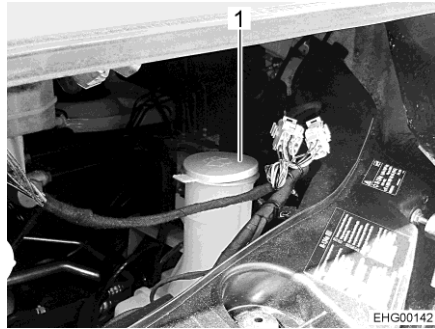

Fig. 37 Bocchettone di riempimento (contenitore dell'acqua di lavaggio)
- Rimuovere il coperchio (Fig. 37,1) del bocchettone di riempimento del contenitore dell'acqua di lavaggio.
- Premere il coperchio (Fig. 37,1) sul bocchettone di riempimento del contenitore dell'acqua di lavaggio.